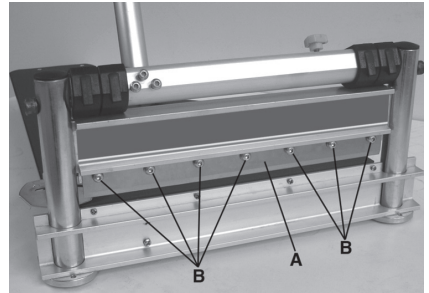

FIGURE 10
1. Para remover la cuchilla (Fig. 10-A), remueva los siete tornillos con cabeza Allen (Fig. 10-B) utilizando la llave hexagonal que le ha sido proporcionada. De manera cuidadosa remueva la cuchilla.